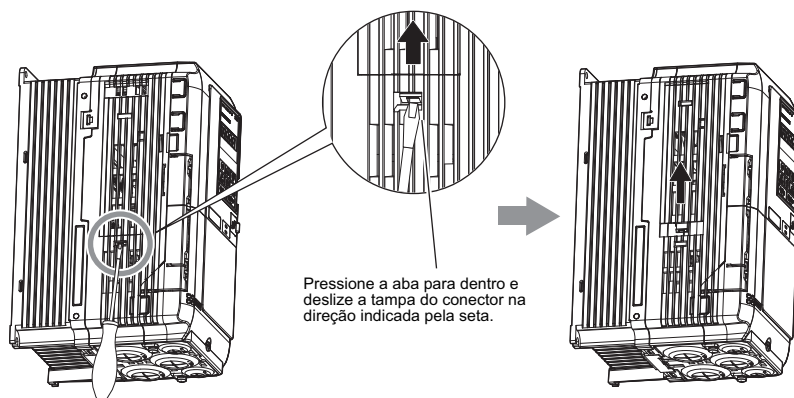

Figura 4.29 Removendo a Tampa do Conector
1. Insira a ponta de uma chave de fenda na abertura na borda da tampa do conector CN19. Deslize a tampa do inversor para fora como mostrado na Figura 4.29.